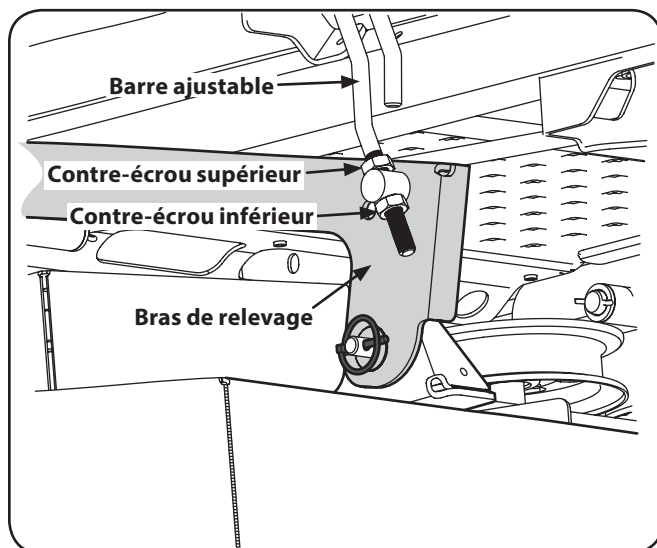

Figure 6-7
- Desserrez le contre-écrou inférieur situé sur la barre ajustable qui est fixée au bras de relevage pour abaisser le plateau de coupe, puis serrez le contre-écrou supérieur pour fixer le plateau de coupe. Desserrez le contre-écrou supérieur et serrez le contre-écrou inférieur pour fixer le plateau de coupe. Voir Figure 6-7.